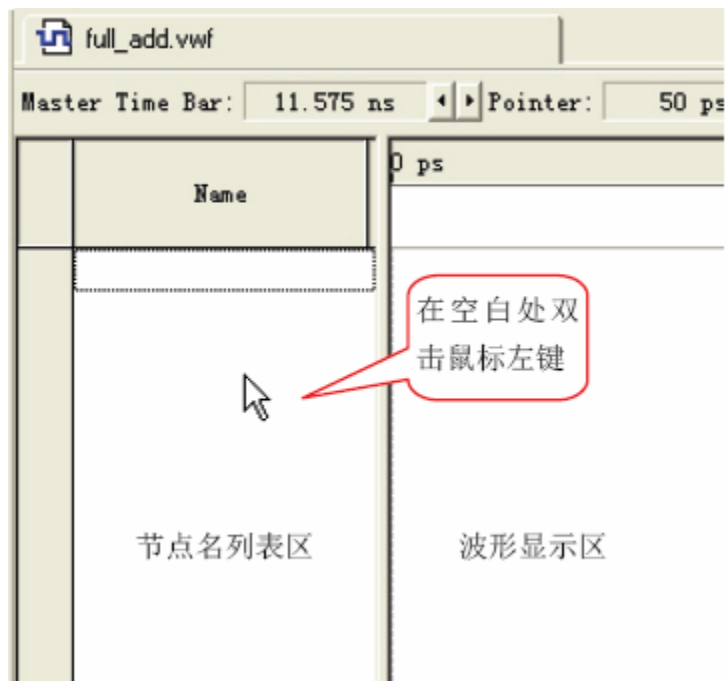
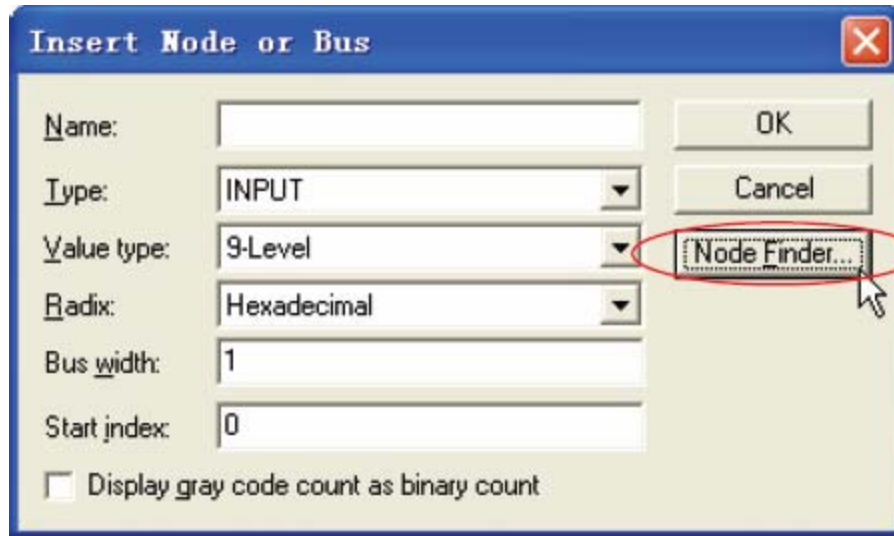
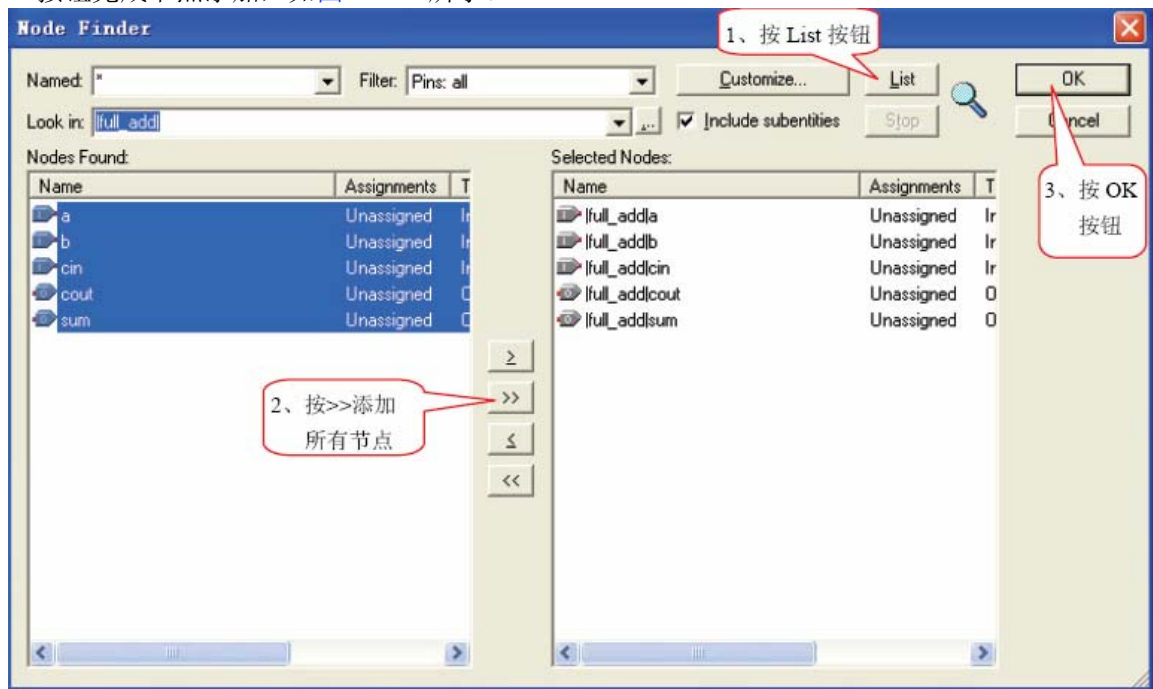
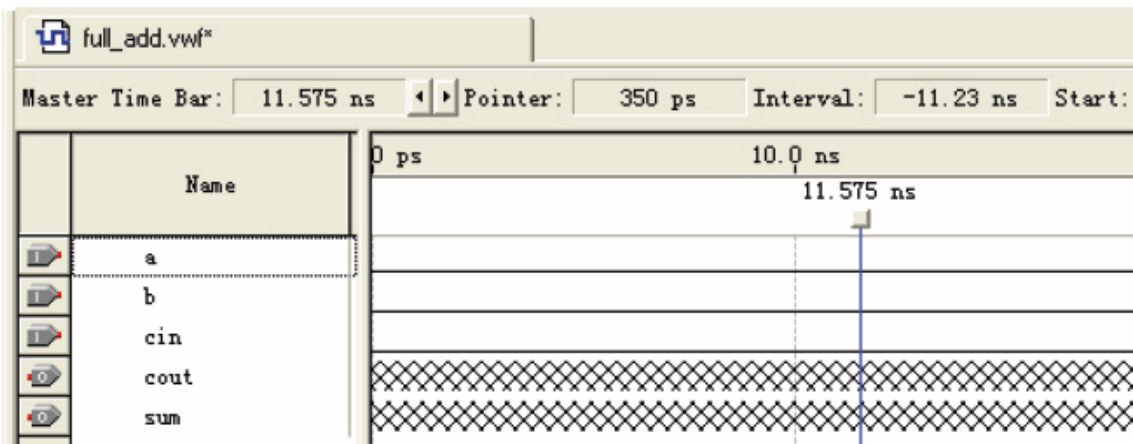

图2.23 新建波形文件界面
图 2.24 添加节点对话框
图 2.25 添加节点
图 2.26 添加完节点的波形图
(2) 在如图2.23所示的Name 标签区域内双击鼠标左键，弹出如图 2.24 所示的添加节点对话框。
在如图 2.24 所示的添加节点对话框中按 **Node Finder...** 按钮，弹出如图 2.25 所示的对话框，按图 2.25 所示步骤进行选择 and 设置，按按钮后又弹出如图 2.24 所示的对话框，再按 OK 按钮完成节点添加，如图 2.26 所示。